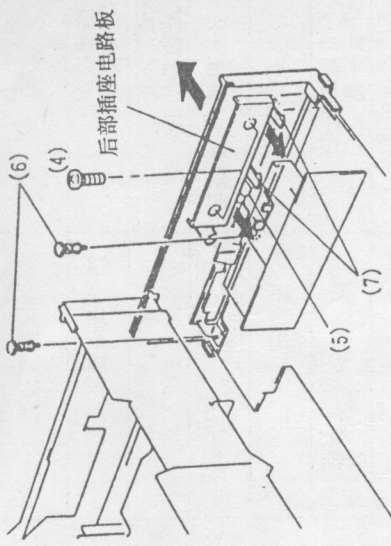

图48
注意: 后板的拆卸法,请参见图48。
④拆卸后部插座的两个螺钉,如图48所示;
⑤解开RF电缆;
⑥拆卸两个尼龙螺钉;
⑦释放两个接头片并卸下后板。